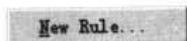

图 2-3 权限管理弹出菜单
- (1) 以管理员身份打开设计数据库，单击 Permissions 文件夹使其激活。
- (2) 在 Permissions 视图窗口中单击鼠标右键，将弹出如图 2-3 所示菜单，选择 New Rule 命令。